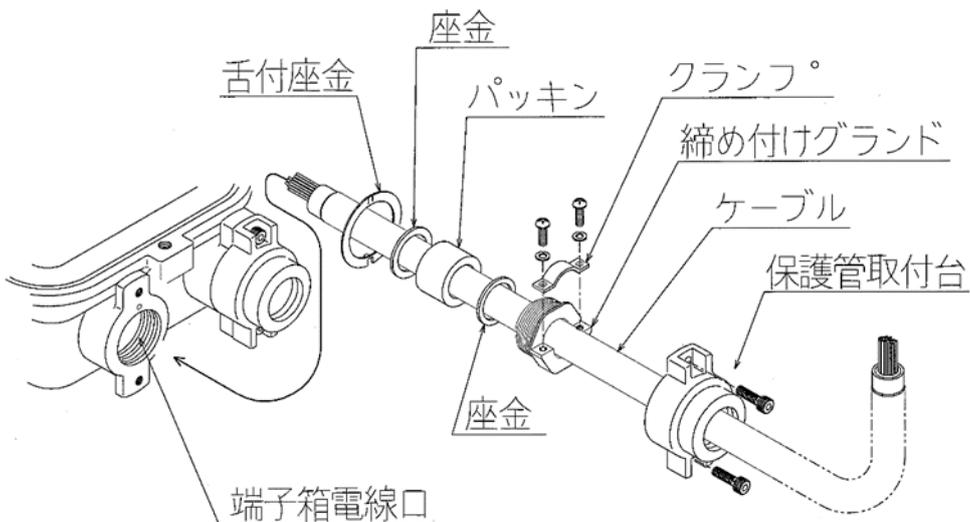
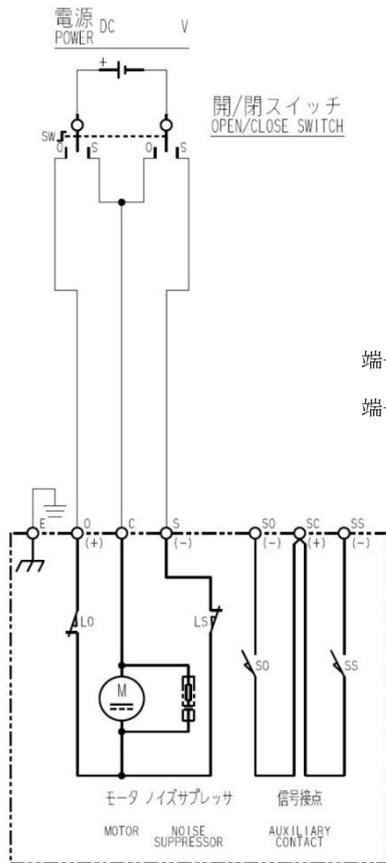

図5：耐圧パッキン式電線口詳細
図 6 : B形内部接続図
- (1) 端子箱カバーを取り外します。端子箱と端子箱カバーの間にはOリングが入っていますので、紛失したり傷を付けないように注意してください。
- (2) ケーブルを耐圧パッキン式電線口に通しケーブル先端に圧着端子を取付けます。圧着端子のかしめは適正工具で確実に行ってください。
- (3) ケーブルを図5の様に舌付座金、座金（2枚）、パッキン、締め付けグラウンドを順番に通します。ケーブルの位置決めをしたらクランプで締め付けグラウンドにしっかり固定します。
- (4) 締め付けグラウンドを端子箱電線口にスパナを用いて止まるまでしっかりねじ込みます。
- (5) 舌付座金は締め付けグラウンドの緩み止めです。あらかじめ折り曲げてある片方の舌を端子箱側の穴に入れてください。他方は締め付けグラウンドの六角面に沿って折り曲げます。
- (6) 図6、7に制御動作B及びCの標準接続図を示します。特殊仕様の場合、本図通りでは無いことがありますので、接続図や仕様書で確認してください。
- (7) 端子台への接続は、プラスドライバーの2番を使用し確実に行ってください。
- (8) 配線終了後、Oリングの挟み込みに注意して端子箱カバーを取付けてください。